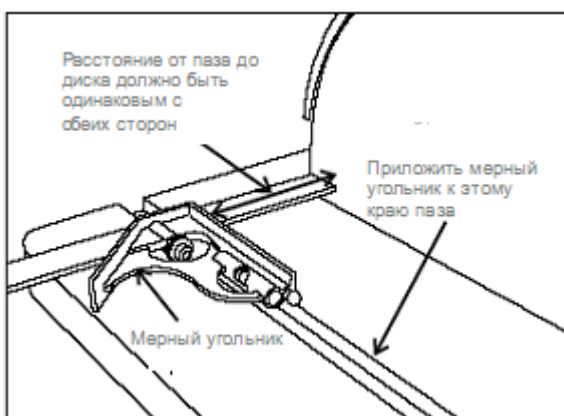

Рис. 16: Использование мерного угольника для настройки параллельности стола.
3. Приложить линейку или мерный угольник к левой или правой кромке поверхности диска и измерить расстояние до кромки паза поворотного сегмента (Рис. 16).